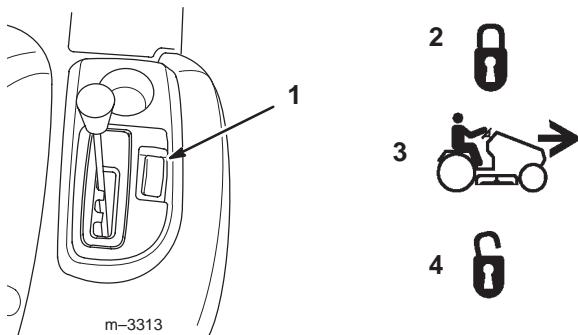

Bild 22
Der Tempomat wird über einen Schalter (Bild 22) am rechten Kotflügel gesteuert und regelt eine festgelegte Fahrgeschwindigkeit, ohne dass Sie Ihren Fuß auf dem Fahrpedal halten müssen. Der Tempomat wirkt nur bei Vorwärtsgängen.
2. Schieben Sie, während Sie den Fuß mit gleichbleibendem Druck auf das Fahrpedal drücken, den Tempomatschalter (Bild 22) auf Aktiviert.
- Bewegen Sie, während Sie den Fuß mit gleichbleibendem Druck auf das Fahrpedal drücken, den Tempomatschalter (Bild 22) auf AUS.